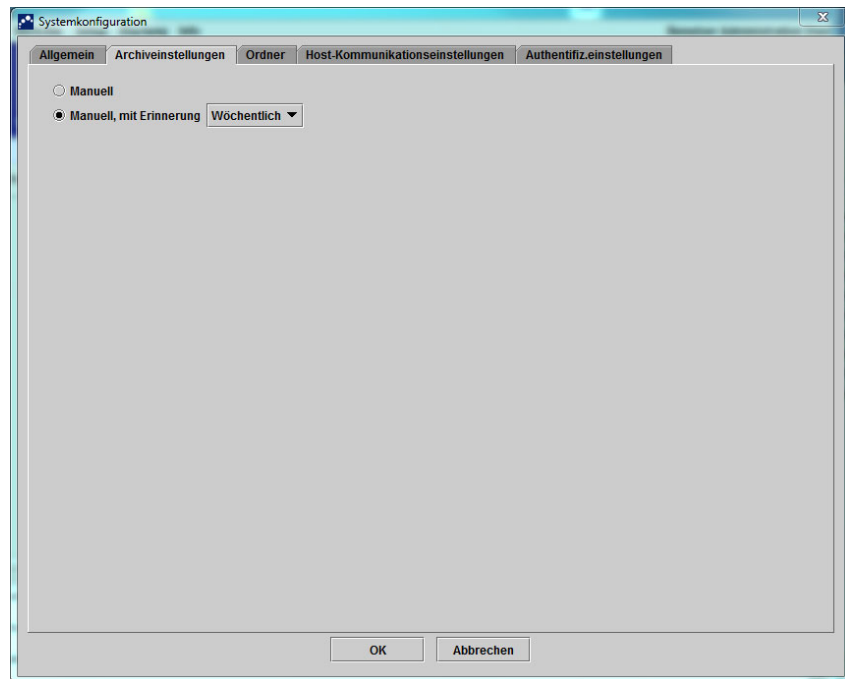

Abbildung 2-79. Dialogfeld „Systemkonfiguration“ (Registerkarte „Archiveinstellungen“)
2. Wählen Sie die Registerkarte **Archiveinstellungen** aus. Die Informationen auf der Registerkarte **Archiveinstellungen** werden angezeigt. Siehe Abbildung 2-79.